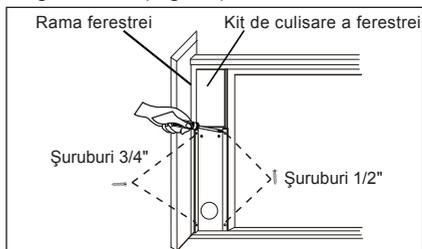

Fig. 20
2. Deschideți geamul și puneți kit-ul de culisare a ferestrei pe rama ferestrei. Consultați Fig. 19. Prindeți kit-ul de culisare a ferestrei de rama ferestrei. Reglați înălțimea kit-ului de culisare a ferestrei în funcție de înălțimea ferestrei. Insușurați cele două șuruburi de kit-ul de culisare a ferestrei. Consultați Fig. 19. Tăiați kit-ul regulabil de culisare a ferestrei dacă înălțimea ferestrei este mai mică de 26,6 țoli (Fig. 20).
3. Închideți geamul glisant fixând-ul pe kit-ul de culisare a ferestrei. (Fig. 20)
4. Fixați cu două șuruburi de 1/2" kit-ul de culisare a ferestrei de geam. (Fig. 20)
5. Fixați cu două șuruburi de 3/4" kit-ul de culisare a ferestrei de rama geamului. (Fig. 20)